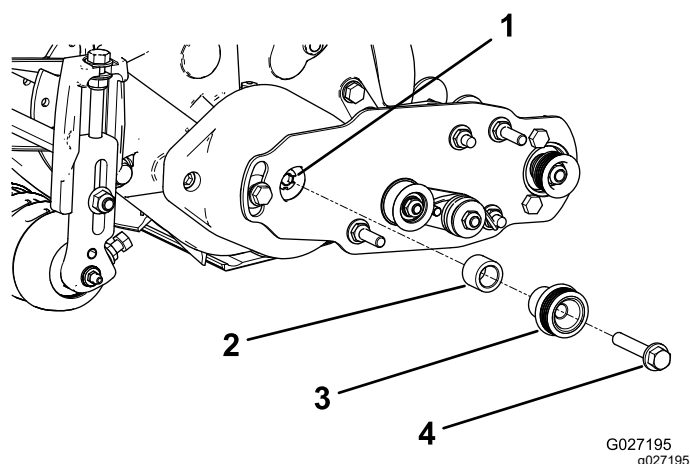

Figura 13
- Insira um espaçador no eixo na caixa de rolamentos (Figura 13).
- Insira a polia da transmissão no espaçador e no veio de transmissão (Figura 13).
- Prenda a polia e espaçador ao eixo com um parafuso de cabeça flangeada ($\frac{3}{8}$ pol. x 2 pol.); consulte a Figura 13.